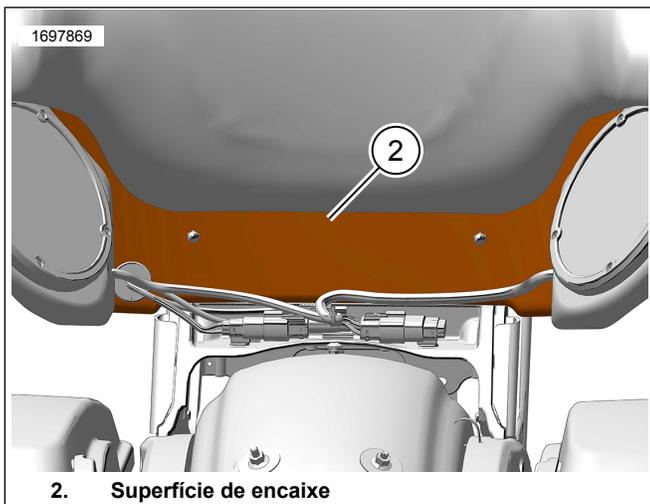

Figura 10. Superfície de montagem
2. Ver a Figura 10. Instalar os grampos de retenção do chicote de fios.
- b. Permitir que a superfície de montagem (2) seque completamente.